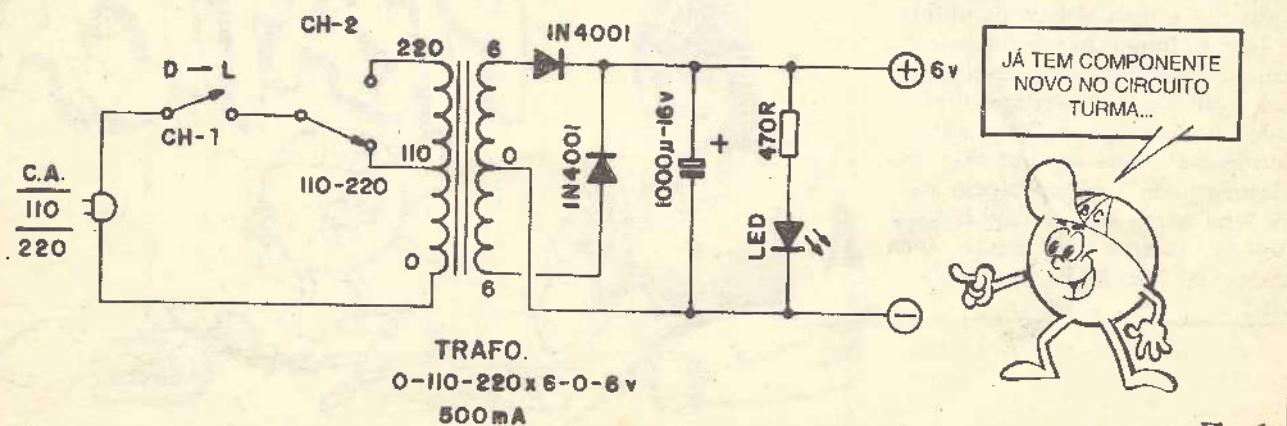
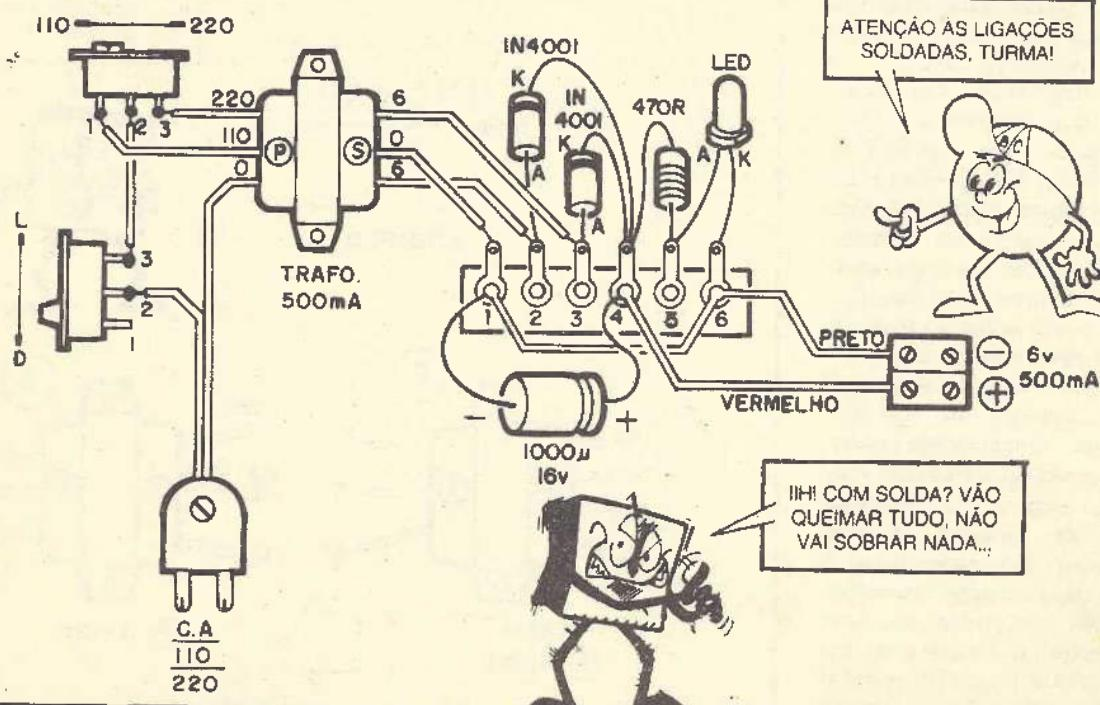

Fig. 1
Fig. 5
- FIG. 1 - Esquema do circuito da FONTE DE ALIMENTAÇÃO. O Leitor/Aluno (que acompanha ABC desde a primeira Revista/Aula) já sabe que um esquema nada mais é do que um "mapa" ou representação simbólica, estilizada, dos componentes e suas in-
- FIG. 5 - Chapeado da montagem da FONTE DE ALIMENTAÇÃO. Conforme o Leitor/Aluno já sabe, chamamos de **chapeado** à representação da montagem em "vista real" ou estilizada, com todas as peças, componentes e interligações surgindo em **aparencia**, e não em símbolo (como ocorre nos esquemas - ver fig. 1...). Notar que a FONTE DE ALIMENTAÇÃO (por tratar-se de uma montagem **definitiva** e que deve apresentar certa robustez para intenso uso...) é implementada no sistema **soldado**, usando como substrato uma "ponte de terminais" (barra de material isolante